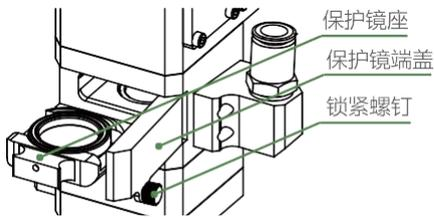

图 6 取出保护镜
- 1.如图 6，拧开锁紧螺钉，打开保护镜盖子，捏住抽屉镜座两边拉出保护镜座；